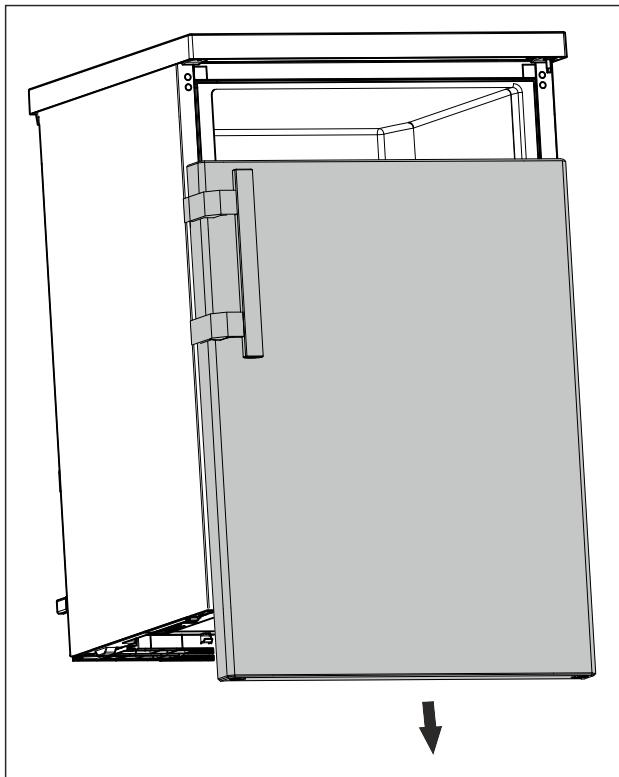

Fig. 12
- Hiqni derën nga poshtë. (shihni Fig. 12)